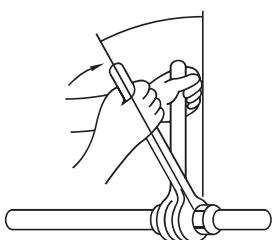

Fig. 4-8
- จับน้ำมันสำรวจทำความเย็นบางๆ ที่พื้นผิวน้ำตัวเชื่อมของหัวท่อ (Fig. 4-8)
แรงขันที่กำหนด (ใช้บาร์เจ) (Fig. 4-8)